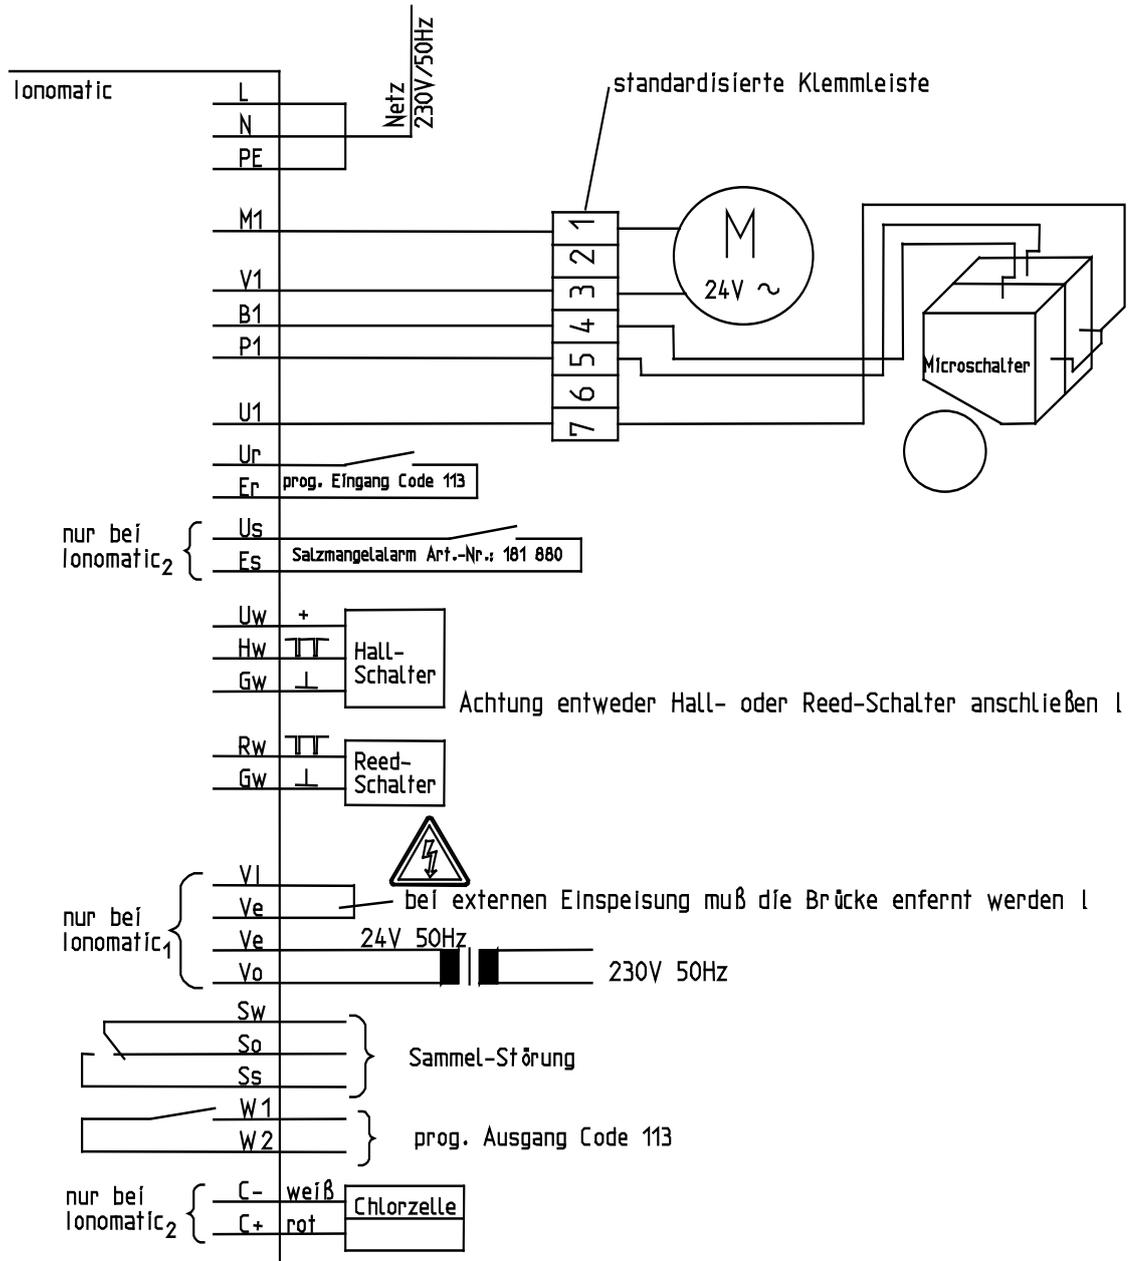

Abb. D-2: Klemmenanschlussplan
4. Wasserzähler gemäß Klemmenplan (Abb. D-2) anschließen.